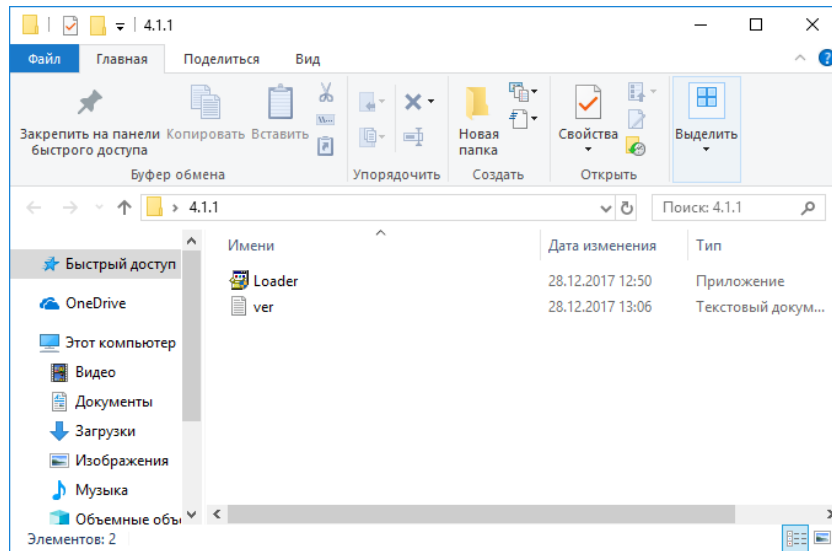

Рисунок 52
2. Запустить программу «Loader», поставляемую в комплекте с прибором, рисунок 52.